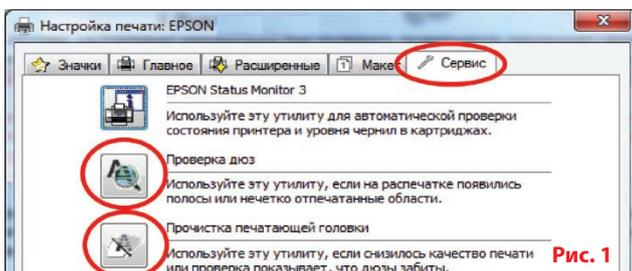

Рис. 1
1.2. Напечатайте тест проверки дюз для оценки работоспособности принтера. Для этого вызовите диалоговое окно настройки печати принтера: в Windows нажмите «Пуск» > «Панель управления» > «Принтеры и факсы» > нажимаем правой кнопкой мыши на нужном принтере (МФУ) > в контекстном меню выбираем «Настройка печати» > в открывшемся окне (Рис. 1) выбираем вкладку «Сервис» > нажимаем кнопку «Проверка дюз».
Если тест дюз дал положительный результат переходите к установке КПК. Результат отрицательный, выполните рекомендации по прочистке печатающей головки программными средствами принтера (Рис. 1) вкладка «Сервис», кнопка «Прочистка печатающей головки»), если это не дает положительного результата обратитесь в специализированный сервисный центр для ремонта принтера и промывки печатающей головки.